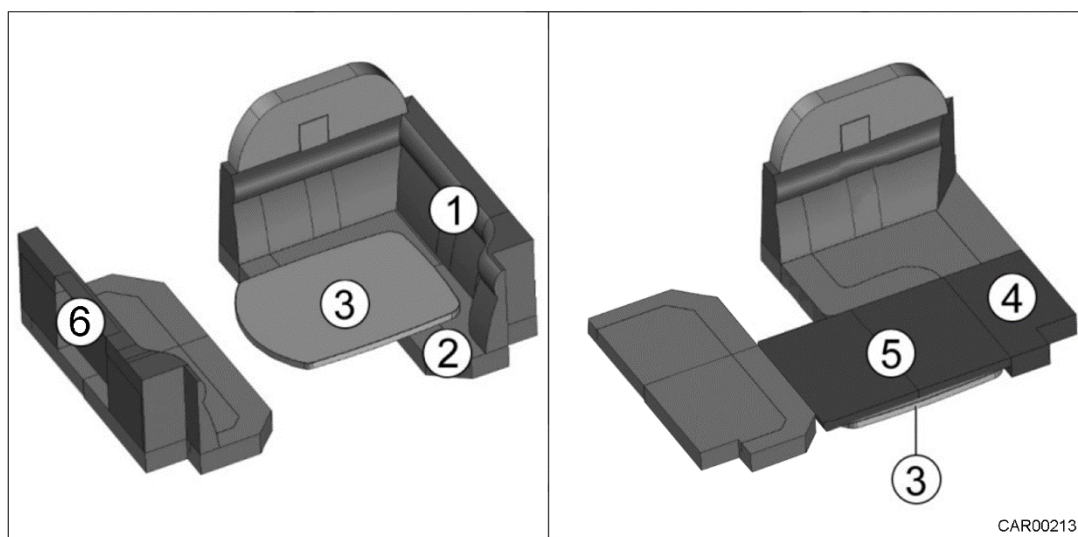

Fig. 76 Transformer les canapés en couchage pour la nuit
1. Enlever le coussin dossier (Fig. 76/1) et le coussin d'assise (Fig. 76/2).
2. Abaisser la table (Fig. 76/3).
3. Mettre en place le premier coussin d'appoint (Fig. 76/4).
4. Mettre en place le deuxième coussin d'appoint (Fig. 76/5).
5. Enlever le coussin dossier (Fig. 76/6).